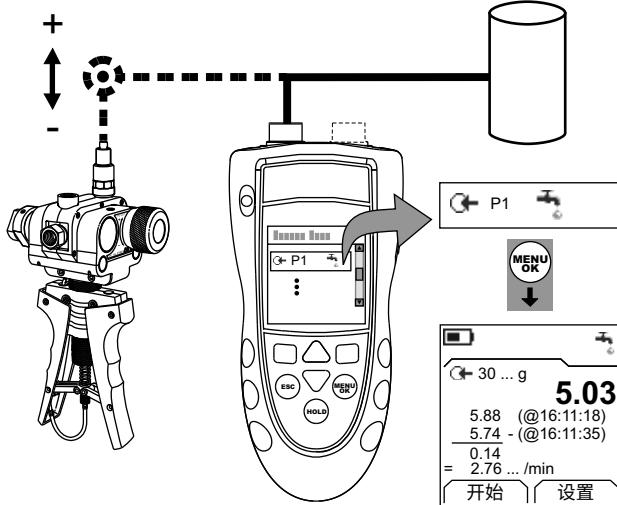

图 3：配置示例 – 泄漏测试
1. 连接仪表 (图 3), 如果有必要, 调整 Set Up (设定) (表 1)。